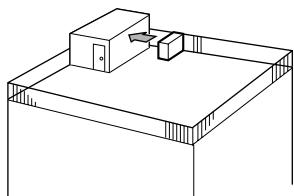

Fig. 2-3
- ① Τοποθετήστε τη μονάδα ώστε το στόμιο εξαγωγής του αέρα να είναι στραμμένο προς τον πλαισόστερο διαθέσιμο τοίχο και να απέχει περίπου 50 cm. (Fig. 2-3)